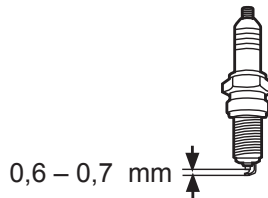

Fig. 64
- > Vérifiez l'écartement de la bougie. Il doit être de 0,6 à 0,7 mm (Fig. 64).